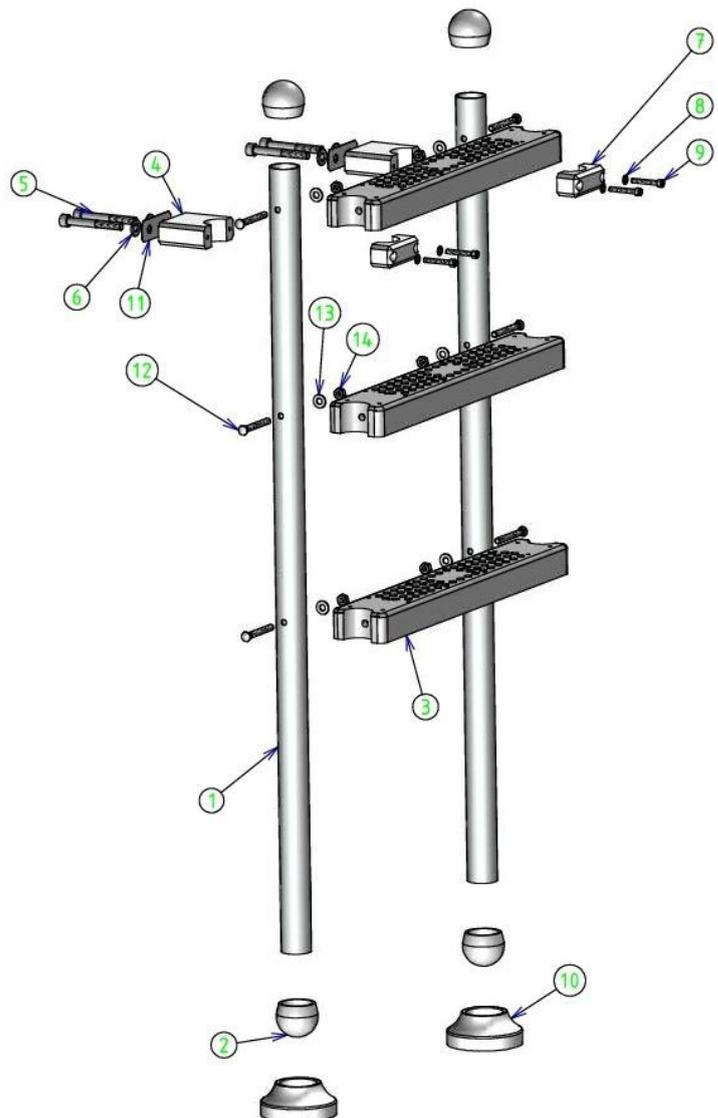

Abb. 29 – Montage der Leiter
Montieren Sie die Leiter wie in Abb. 29 dargestellt. Die unten angegebenen Zahlen entsprechen den auf diesem Schema in grün aufgezeigten Zahlen.
Kleben Sie die restlichen zwei Dichtungen auf die beiden Halterungen (Teil 4 von Abb. 29, Seite 35). Installieren Sie die Leiter im Pool, und befestigen Sie diese von außen durch Einsetzen der vier Zylinderschrauben mit Innensechskant 10x80 aus A4 Edelstahl (5) in die beiden Halterungen (4). Beenden Sie das Verschrauben der Leiterhalterung (4) und des Gehäuses (7), das Sie in Abschnitt 9.1 begonnen haben.